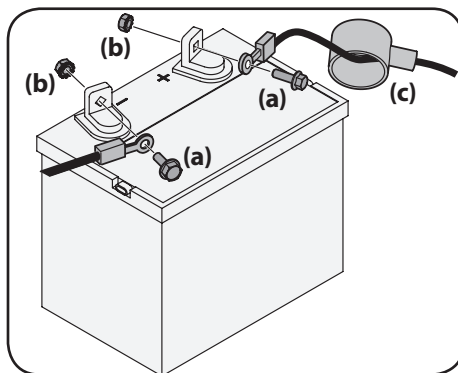

Figure 2-7
1. Retirez le protecteur en plastique, si équipé, de la borne positive de la batterie et fixez le câble rouge à la borne positive (+) avec un boulon (a) et un écrou (b). Voir Figure 2-7.
2. Retirez le protecteur en plastique, si équipé, de la borne négative de la batterie et fixez le câble noir à la borne négative (-) avec un boulon (a) et un écrou (b). Voir Figure 2-7.